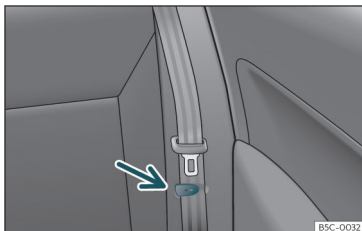

Fig. 110 Sedile posteriore: morsetto per sostenere la cintura di sicurezza.
- Collocare le cinture di sicurezza laterali nel morsetto del rivestimento »» **fig. 110**.